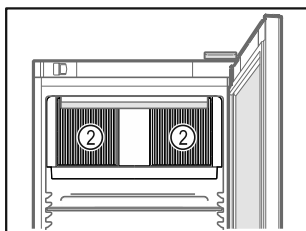

Fig. 76
- ❑ Větrací otvory Fig. 76 (2) oběhového vzduchového čerpadla ve vnitřním prostoru udržujte volné.